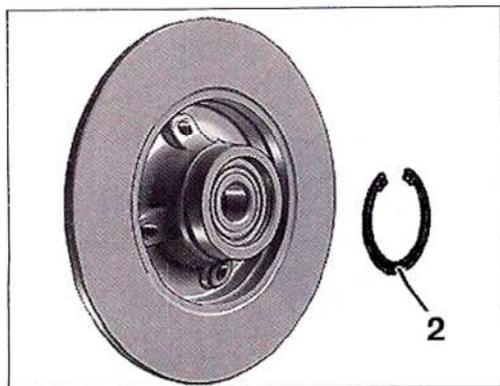

FIG. 49
- Desmontar el anillo de seguridad de sujeción (2) (Fig.49).